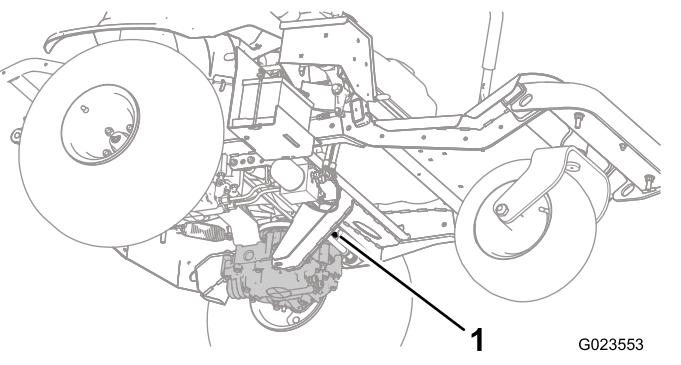
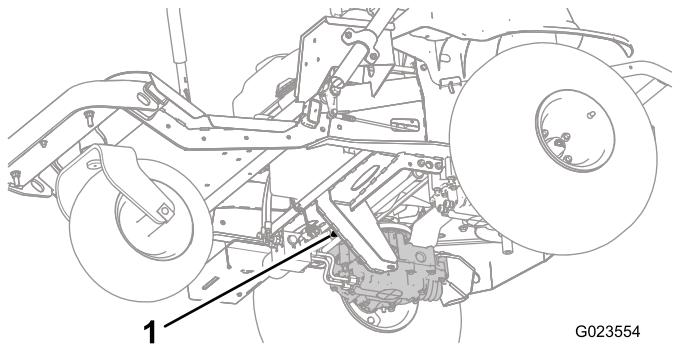
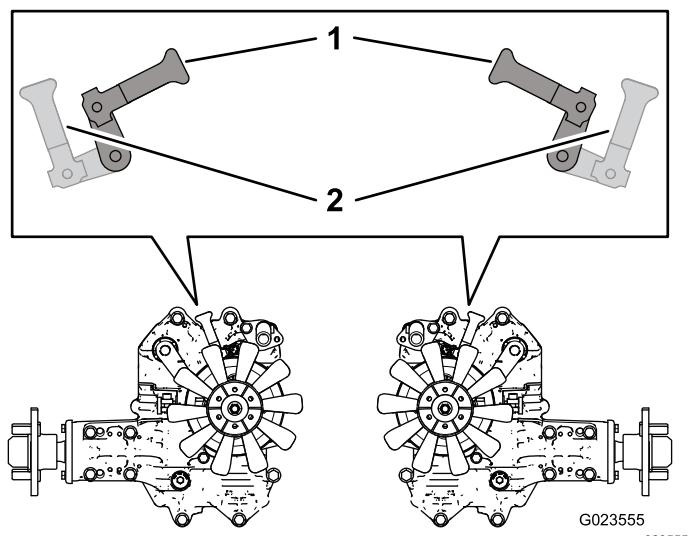

Figura 27
Figura 28
Figura 29
2. Da sotto la macchina, ruotate le leve delle valvole di bypass (Figura 27 e Figura 28) in modo che siano rivolti all'interno, verso il centro della macchina (Figura 29) e disinserite il freno di stazionamento; fate riferimento a Uso del freno di stazionamento (pagina 24).
3. Quando avete terminato di spingere o trainare la macchina, ruotate le leve delle valvole di bypass in modo che siano rivolti verso la parte anteriore della macchina, per poterla nuovamente guidare (Figura 29).